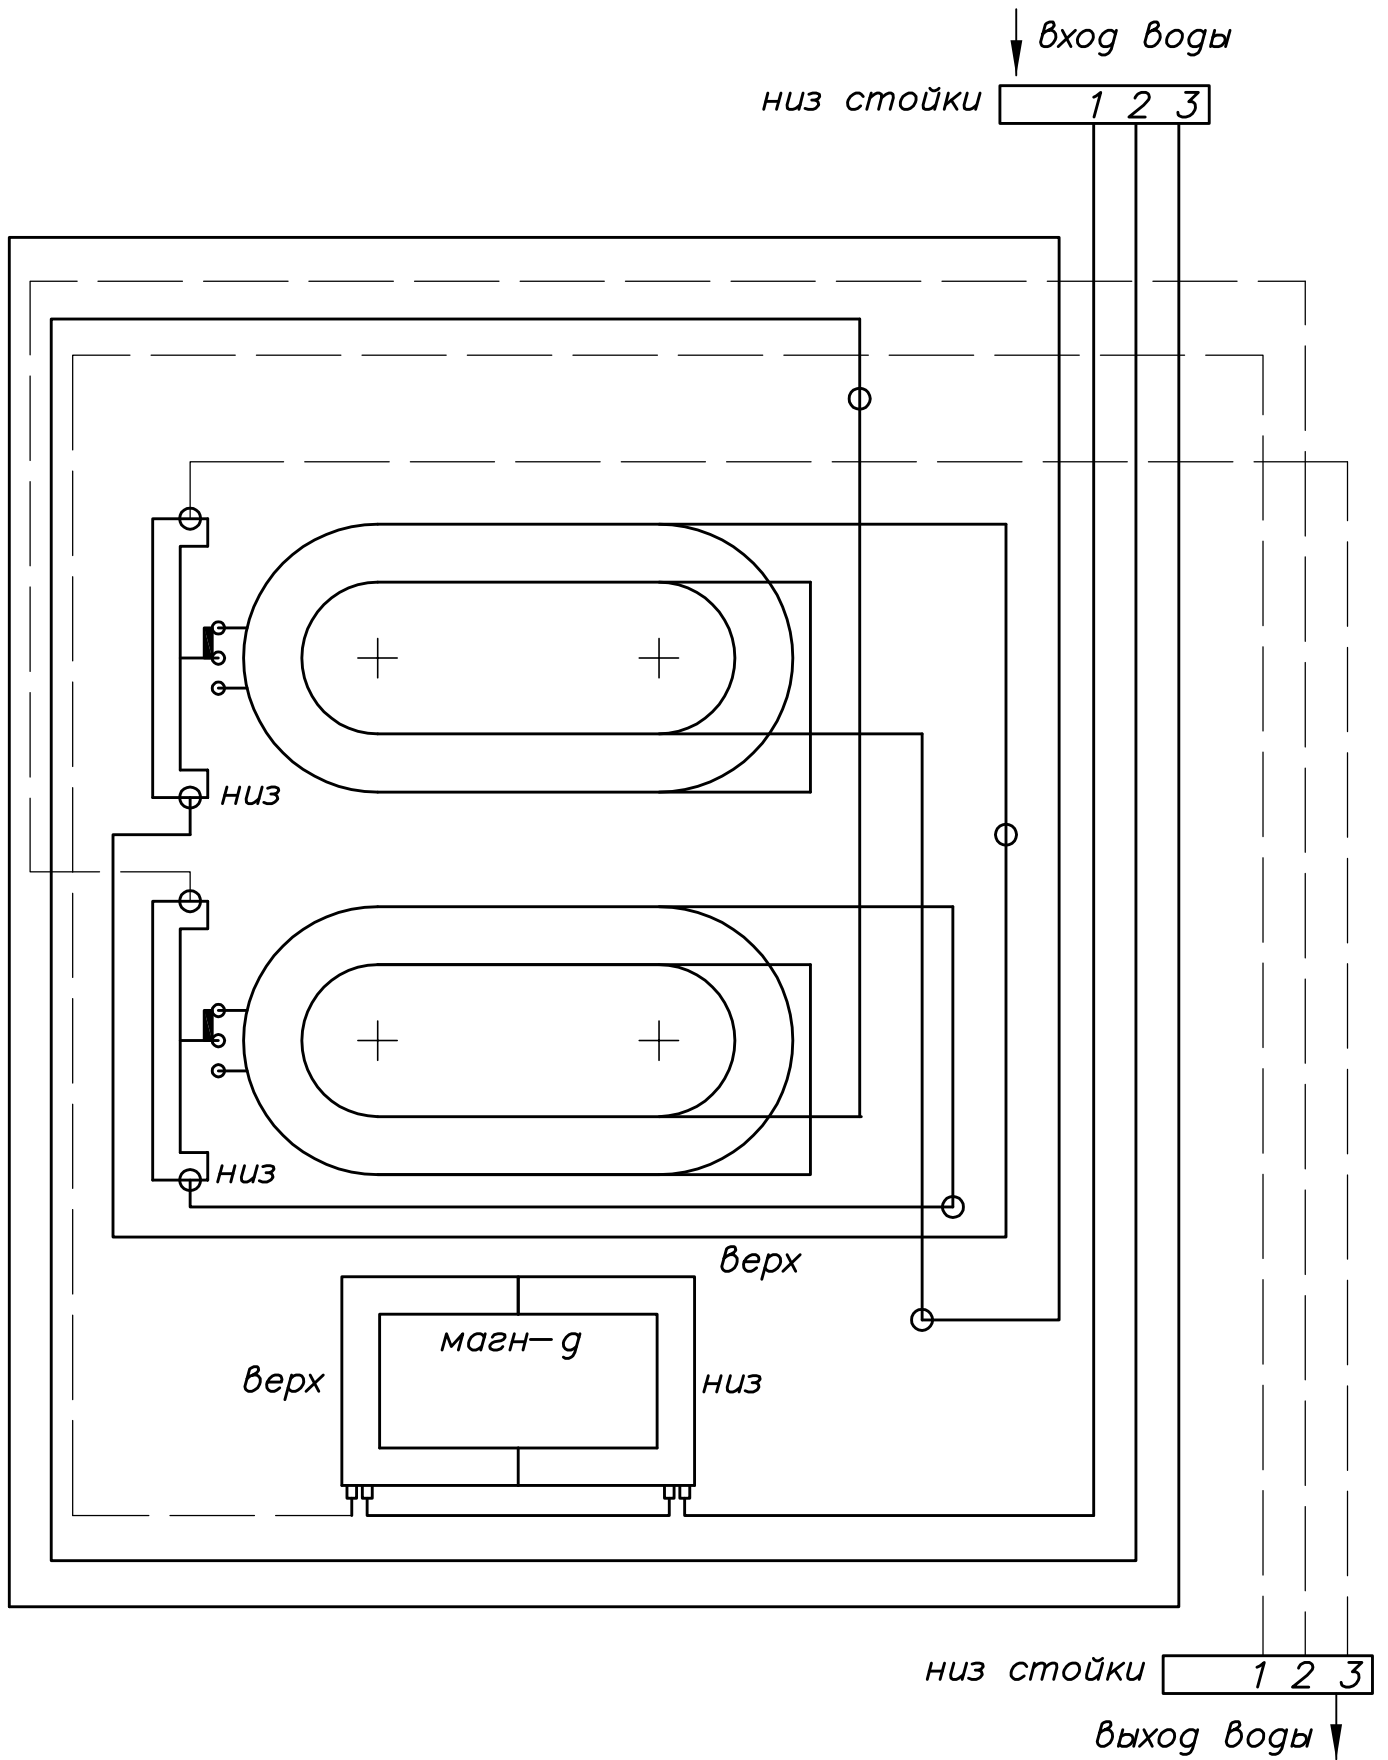

Рис.2
6.1. Монтаж системы охлаждения производить в соответствии со схемой охлаждения автотрансформатора (рис.2).